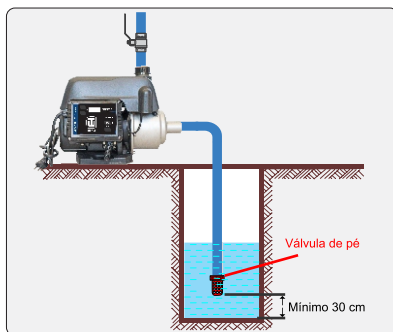

Figura 5
sucção deverá prever uma válvula de pé com crivo (válvula de fundo de poço). A válvula de pé manterá a bomba escorvada, ou seja, manterá a bomba e a tubulação de sucção preenchida com o líquido quando o sistema for interrompido (ver figura 5).
8.17 A válvula de pé deve ficar, pelo menos, 30 cm acima do fundo, no centro do poço ou cisterna e deve-se garantir uma coluna de água suficiente para que não entre ar pela mesma. (ver figura 5).